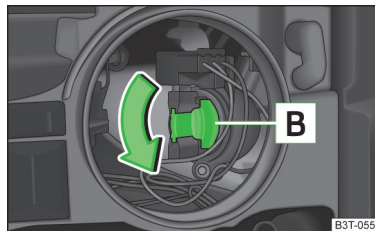

Abb. 204 Halogen-Scheinwerfer: Glühlampe für Fern- und Tagfahrlicht wechseln
- Den Sockel **B** » Abb. 204 bis zum Anschlag in Pfeilrichtung drehen.